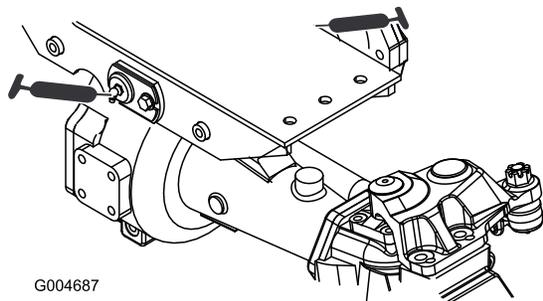

Bild 41
- Zwei Drehbüchsen an der Vorder- und Hinterachse (Bild 41)